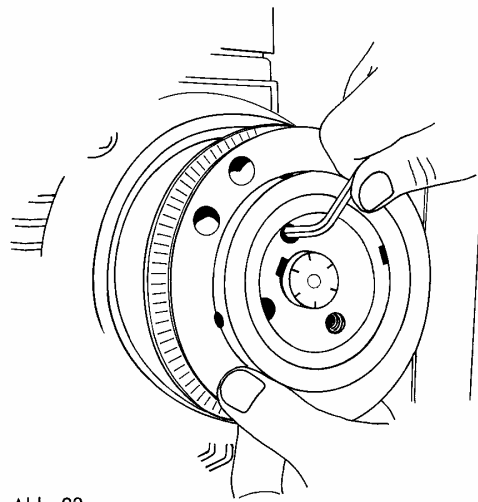

Abb. 23
- Die Innen-Sechskantschrauben werden gleichmäßig und fest angezogen (Abb. 23).